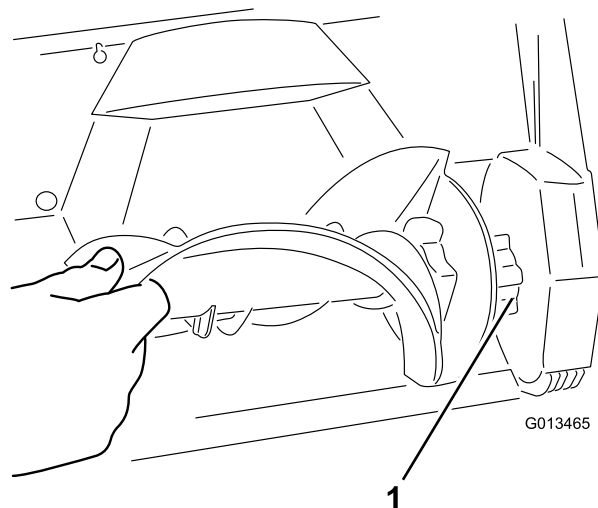

Figure 17
4. Montez le rotor neuf en insérant son extrémité sur l'extrémité ajustée du carter, et tournez le rotor jusqu'à ce qu'il s'enclenche en position (**Figure 17**).